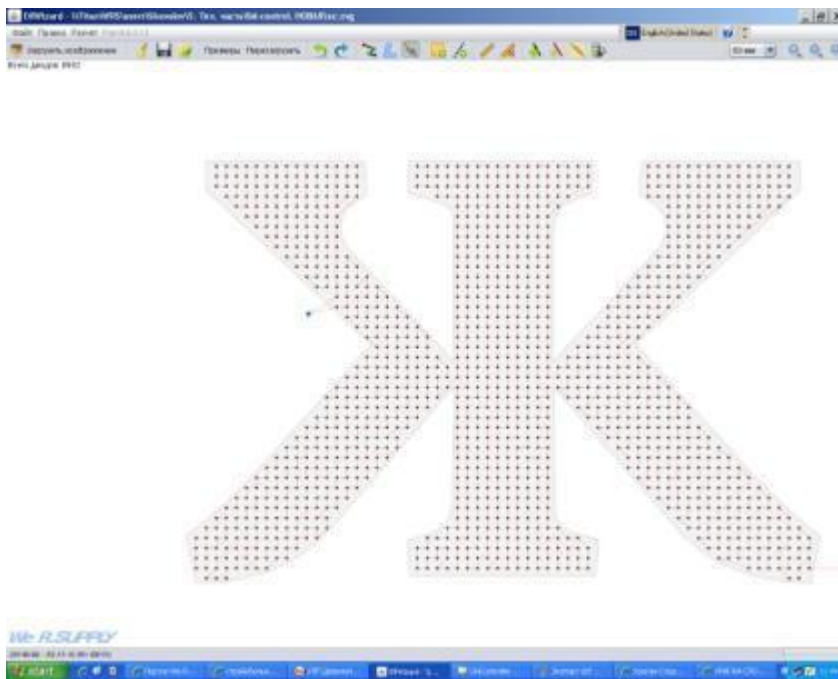

Рисунок 8.
- изменения местоположения светодиодов - «зажав» необходимый светодиод левой кнопкой мыши (**Рисунок 8**);